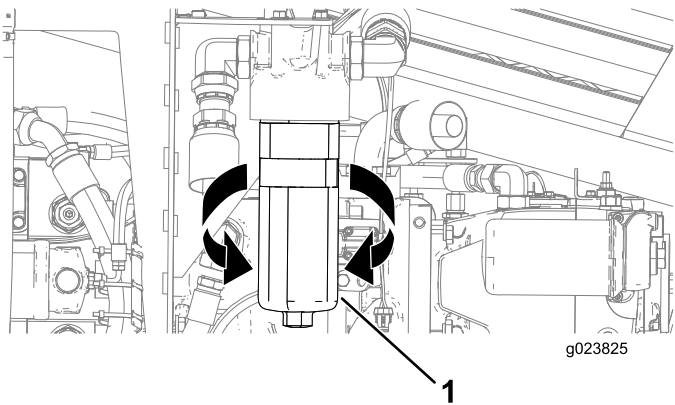

Figura 122
3. Posicione uma bandeja de drenagem ou vários panos sob o filtro de de carga (Figura 122).
4. Gire o filtro hidráulico de alta pressão no sentido anti-horário e remova-o (Figura 122).
6. Alinhe o filtro hidráulico de alta pressão com seu ponto de instalação, e gire-o no sentido horário até o torque atingir 61 N·m (45 pés-lbs) como mostrado na Figura 122.